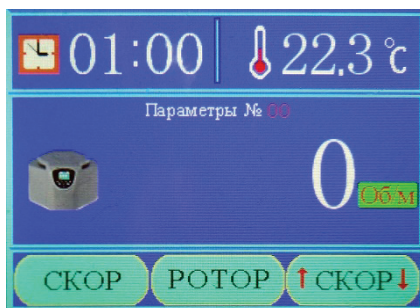

Рисунок 3
- 7.6. При включении питания отображается экран, на котором с помощью кнопок ▲ и ▼ можно выбрать ранее сохранённый набор рабочих параметров (Рисунок 3). Набор включает в себя следующие параметры: